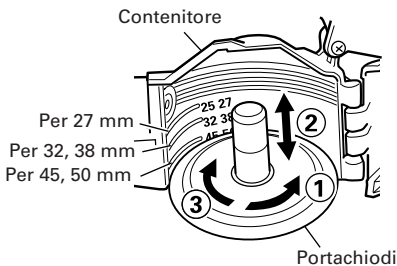

Fig. 3
Per la regolazione, girare il portachiodi ① in senso antiorario di circa 90 gradi. Spostare il portachiodi ② in alto e in basso, regolare la lunghezza del chiodo da usare e regolare la superficie del portachiodi sulla posizione marcata del contenitore. Girare il portachiodi ③ in senso orario (di circa 90 gradi) fino a che scatta. (Fig. 3)